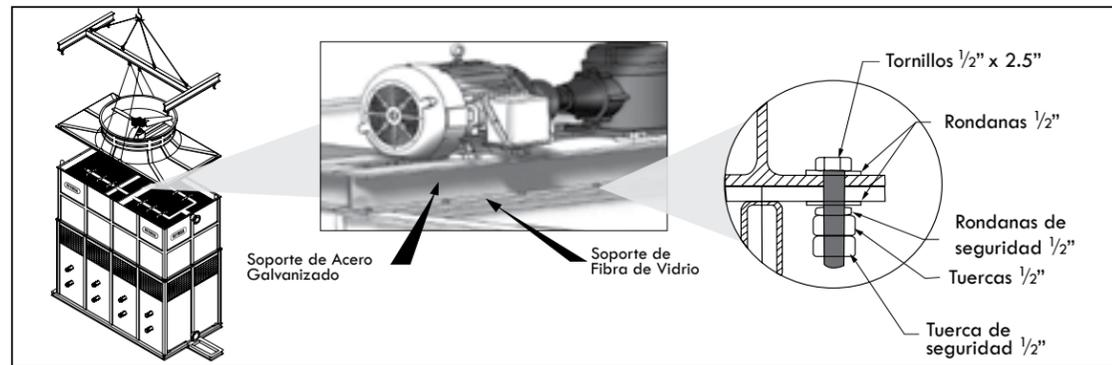

Figure A-31: Instalación de la campana en una torre modelo HFC-F
J. Los modelos HFC-F (modelos de un ventilador con caja reductora) incluyen una sección llamada "Campana", la cual es la parte superior de la torre y sirve de cubierta de la estructura (ver Figura A-31). El ventilador, motor y caja reductora ya se encuentran instalados de fábrica sobre un soporte de acero galvanizado.
L. Coloque la campana encima del cuerpo de la torre, asegurándose de que los agujeros de anclaje en la sección de la campana y en la parte superior del cuerpo de la torre están alineados. Luego proceda a atornillar y asegurarla con tornillería de acero inoxidable (ver Figura A-31).
M. Después de instalar la sección de la campana atornille por dentro el soporte de acero galvanizado al soporte de fibra de vidrio (ver figura A-31).